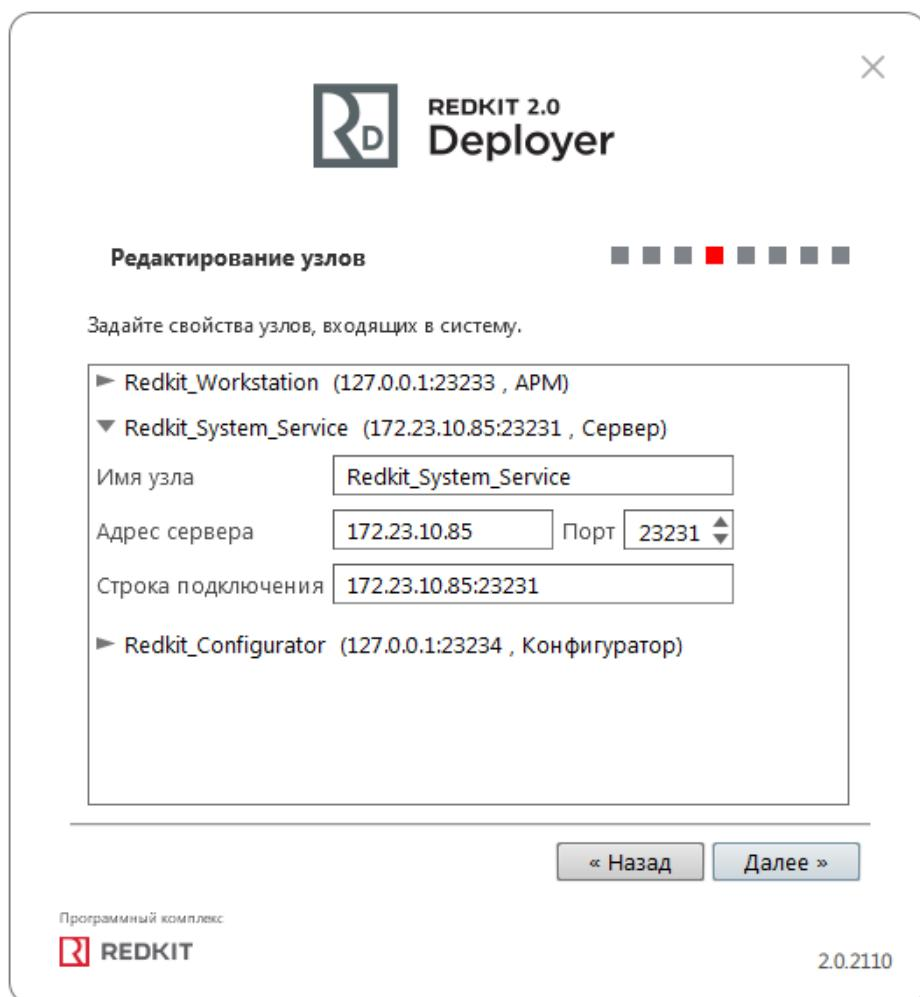

Рисунок 74 - Редактирование узлов
12. Убедитесь, что сетевые параметры узлов корректно указаны (Рисунок 74, Таблица 13), т.е.: